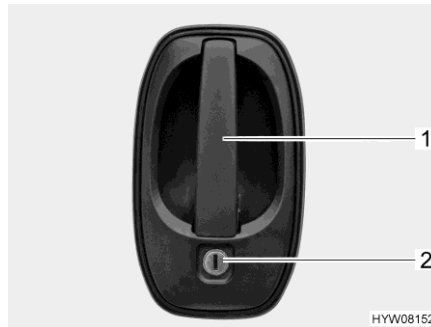

Bild 62 Türschloss (Fahrertür/Eingangstür außen)
- Schlüssel in Schließzylinder (Bild 62,2) stecken und drehen, bis das Türschloss entriegelt ist.
- Am Türgriff (Bild 62,1) ziehen. Die Tür ist geöffnet.
- Schlüssel in Schließzylinder (Bild 62,2) stecken und drehen, bis das Türschloss verriegelt ist.